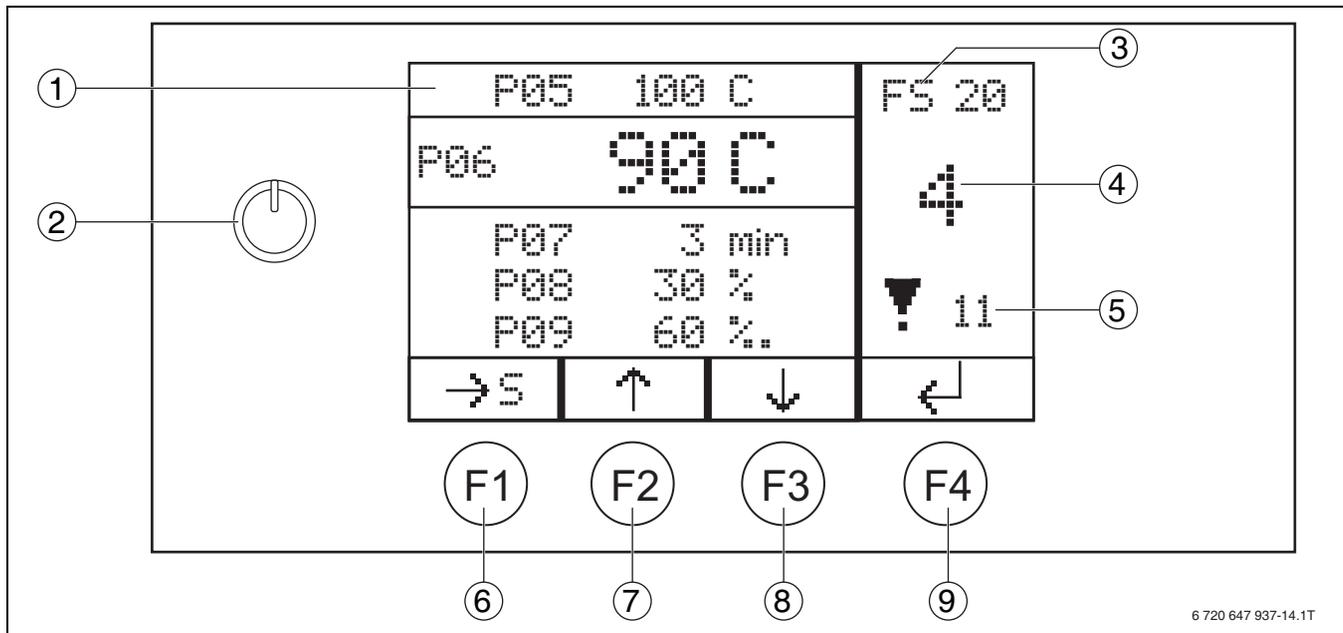

Bild 9 Übersicht der Bedienelemente
- ▶ Hauptschalter [2] und Regler (→ Bild 9, [2], Seite 22) einschalten.
Der Kesselstatus wird auf dem Kesseldisplay auf der rechten Seite angezeigt (→Bild 9, [4], Seite 22).